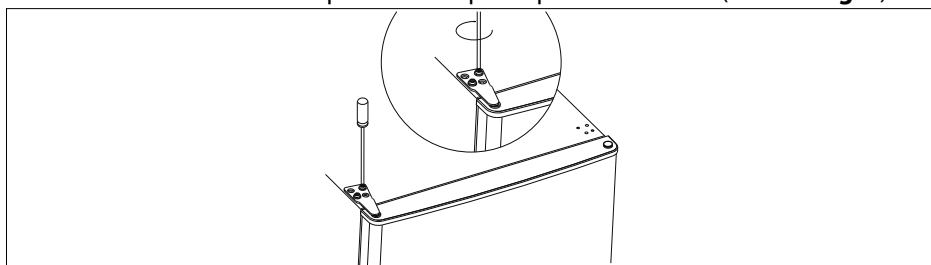

Fig. 9
- ▶ Vuelva a colocar el aparato en posición vertical. Al hacerlo, sujete la puerta de la cámara frigorífica (4) con cierta firmeza.
- ▶ Asegúrese de que la puerta de la cámara frigorífica (4) cierre al ras horizontal y verticalmente con la carcasa del aparato de modo que todas las juntas cierren bien antes de volver a atornillar del todo la bisagra superior.
- ▶ A continuación, vuelva a colocar la bisagra superior (10) y atorníllela con los tres tornillos. Utilice una llave para tuercas para apretar el tornillo (véase la **fig. 9**).